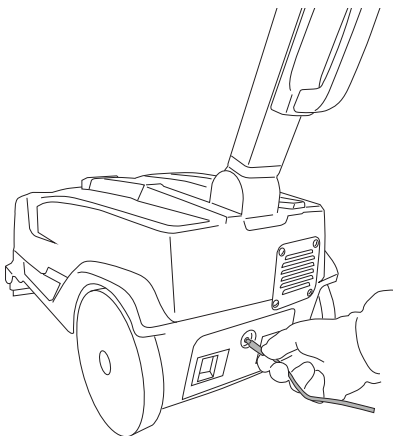

Fig.13
- Sätt i batteriladdarens kontakt i uttaget på batteriet (bild 13).